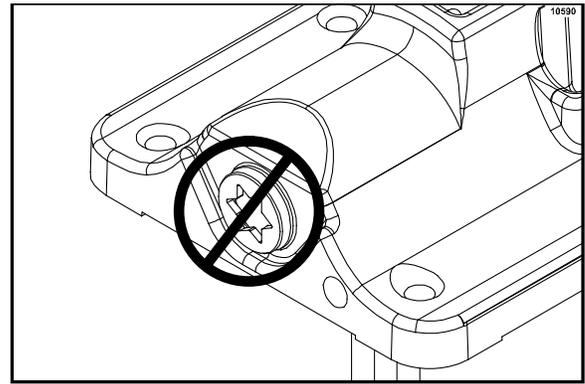

Figure 104
**Remarque :** **NE PAS chercher à retirer l'étoile de la porte.** L'étoile fait partie de la porte et ce n'est pas une pièce amovible (Cf. Figure 104).